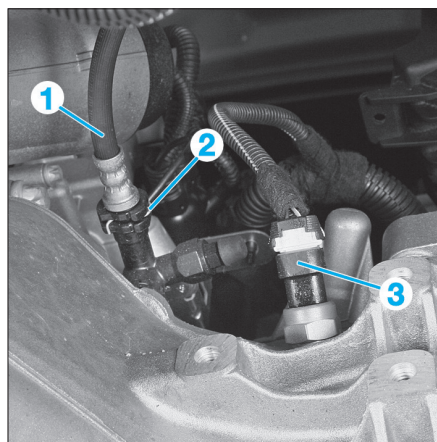

Fig. 4
- Retirer la canalisation hydraulique d'embrayage (1) du purgeur après avoir retiré son agrafe de fixation (2) (Fig.4).